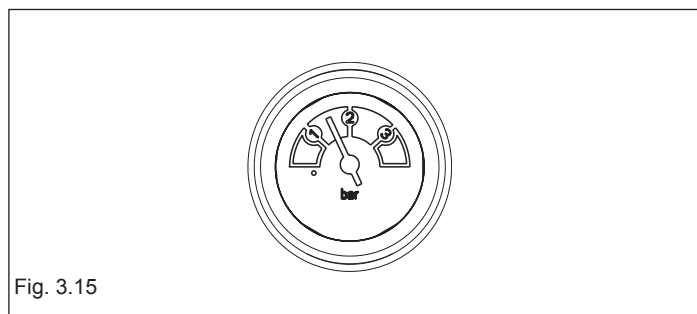

Fig. 3.15
- aprire il rubinetto di riempimento (C) fino a che la pressione indicata sull'idrometro sia compresa tra 1 bar e 1,5 bar (fig. 3.15)